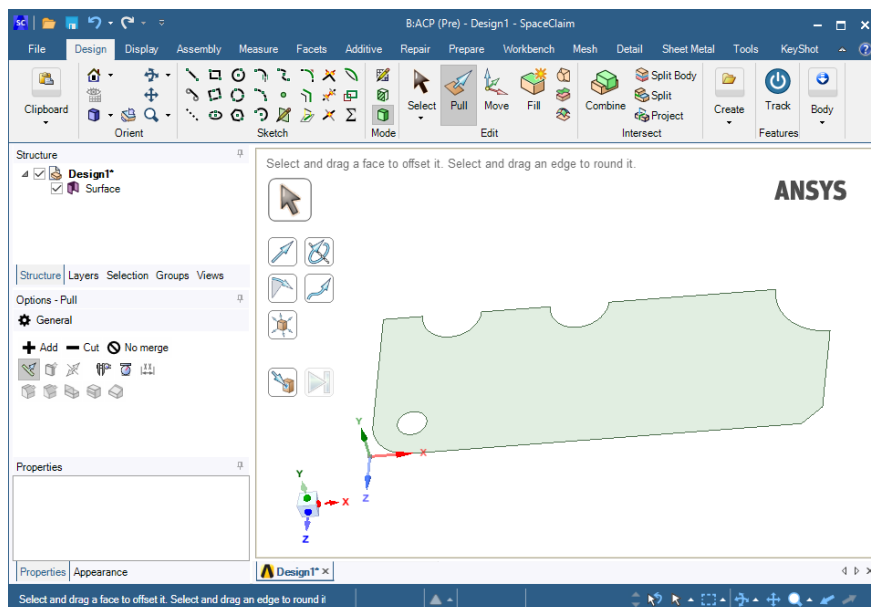

Рис. 17. Готовая поверхность
11.4. Готовая поверхность представлена на рис. 17.